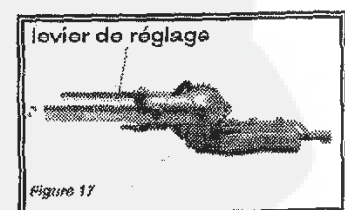

Figure 17
3. Positionner le dispositif de coupe selon le travail à effectuer, à l'aide du levier d'orientation (figure 17).